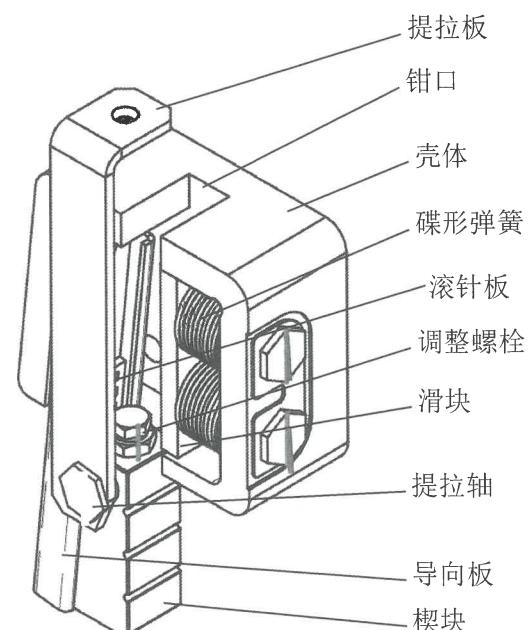

图 1
1.1. 结构示意供参考(图 1)
2.1.2. 安全钳封记应完好(图 1)。
3.3.2. 运动部件(楔块、滚针板、滑块)加润滑油，油品同 1.2.3(图 1)。